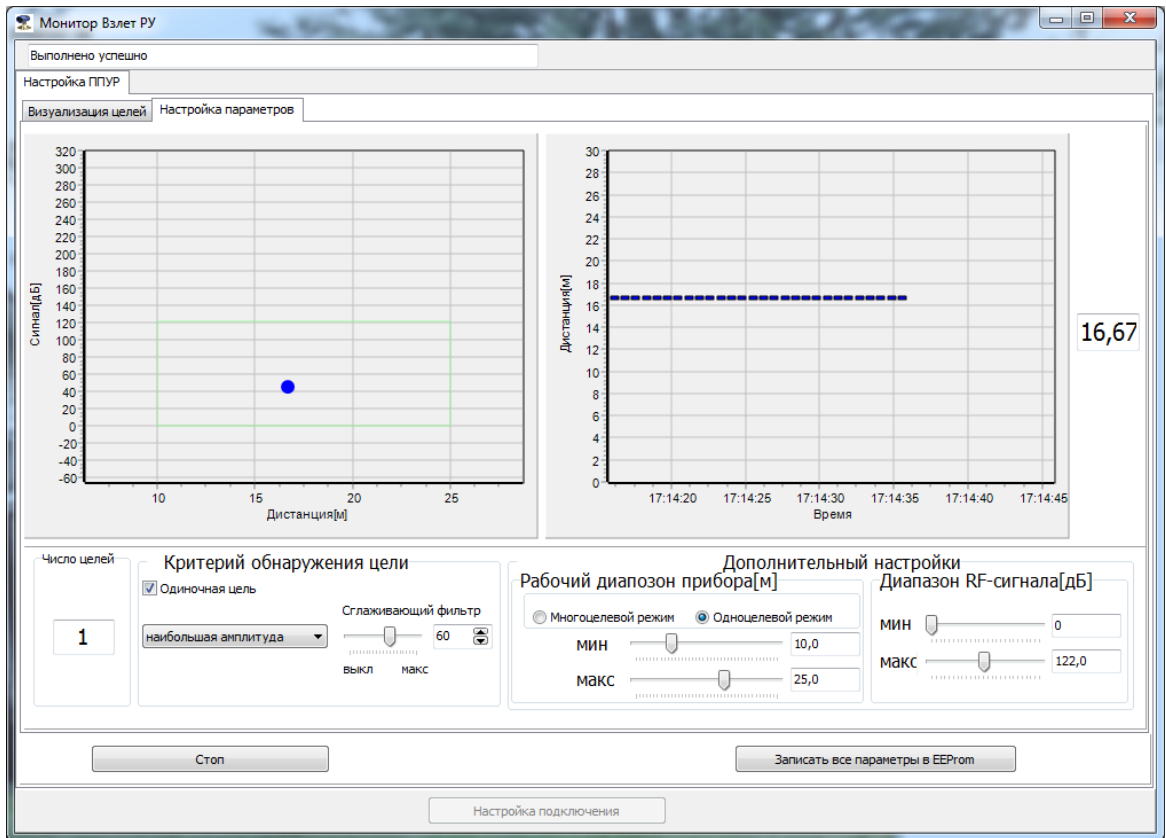

Рис.27 - Окно «Настройка параметров».
7.7.5 Переход к настройке ППУР производится щелчком «мышки» по вкладке «**Настройка параметров**» в командной строке. Открывается окно, приведенное на рис.27: